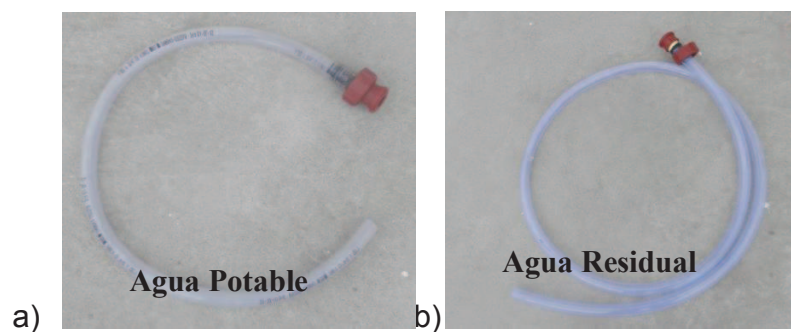

Figura 3. a) Manguera de Entrada  $\frac{3}{4}$ ". b) Manguera de desagüe General 1"
1. Colocar la entrada de agua y el desagüe con las mangueras pertinentes (Figura 3.), retirando primero las tapas antes de hacer las conexiones.
1. Colocar la entrada de agua y el desagüe con las mangueras pertinentes (Figura 3.), retirar las tapas de la bomba y del desagüe para proceder con la conexión.